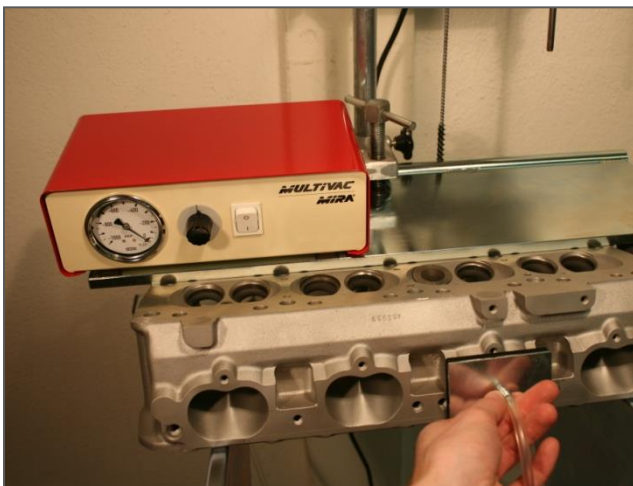

Fig. 29
27. Nachdem alle Ventilsitze fertiggestellt wurden, testen Sie die Sitze auf ihre Dichtheit. Für diese Arbeit wird das Multivac MUV-95 eingesetzt (Siehe „Sonderzubehör“ auf Seite 33). Fig. 29